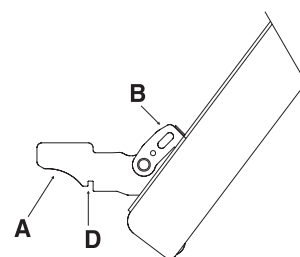

fig 2
- Ouvrez complètement la porte et soulevez les 2 leviers "B" (fig. 2) ;